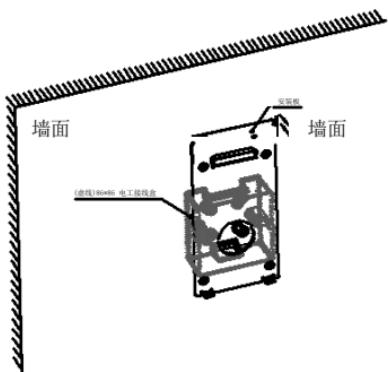

图 2-1
- 1、将安装板底部对齐电工接线盒底部，左右方向以中心对齐即两个配件相互居中，然后向下平移约 23 mm，与墙靠平，如图 2-1 所示